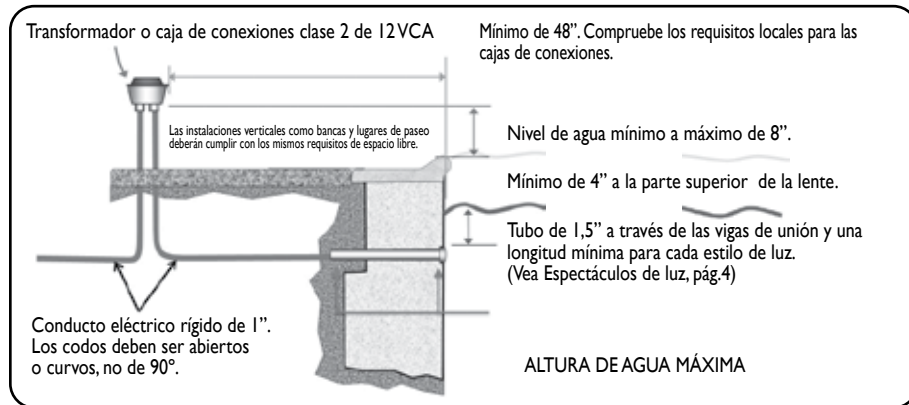

Figura 1: Instalación de la luz VÜ sin nicho con la conexión plástica estándar de 1.5"
NOTA: Los pasos preparatorios deben ser realizados por un electricista acreditado antes de poder instalar el accesorio de luz (vea la Figura 1).
1. La caja de conexiones o el transformador de bajo voltaje debe estar al menos a ocho (8) pulgadas (medida desde el interior de la parte inferior de la caja de conexiones o el transformador) por encima del nivel MÁXIMO del agua. O al menos cuatro (4) pulgadas por encima del nivel del suelo o de la cubierta de la piscina, lo que esté a mayor altura. La caja de conexiones o el transformador también deben instalarse al menos a cuarenta y ocho (48) pulgadas (4 pies) del borde de la piscina (vea la Figura 1).
2. Un retorno de pared de 1.5" de plástico (no incluido) debe instalarse de modo que el borde superior de la lente de la luz VÜ LED sin nicho es de al menos cuatro (4) pulgadas (10,2 cm) por debajo de la superficie del agua de la piscina.